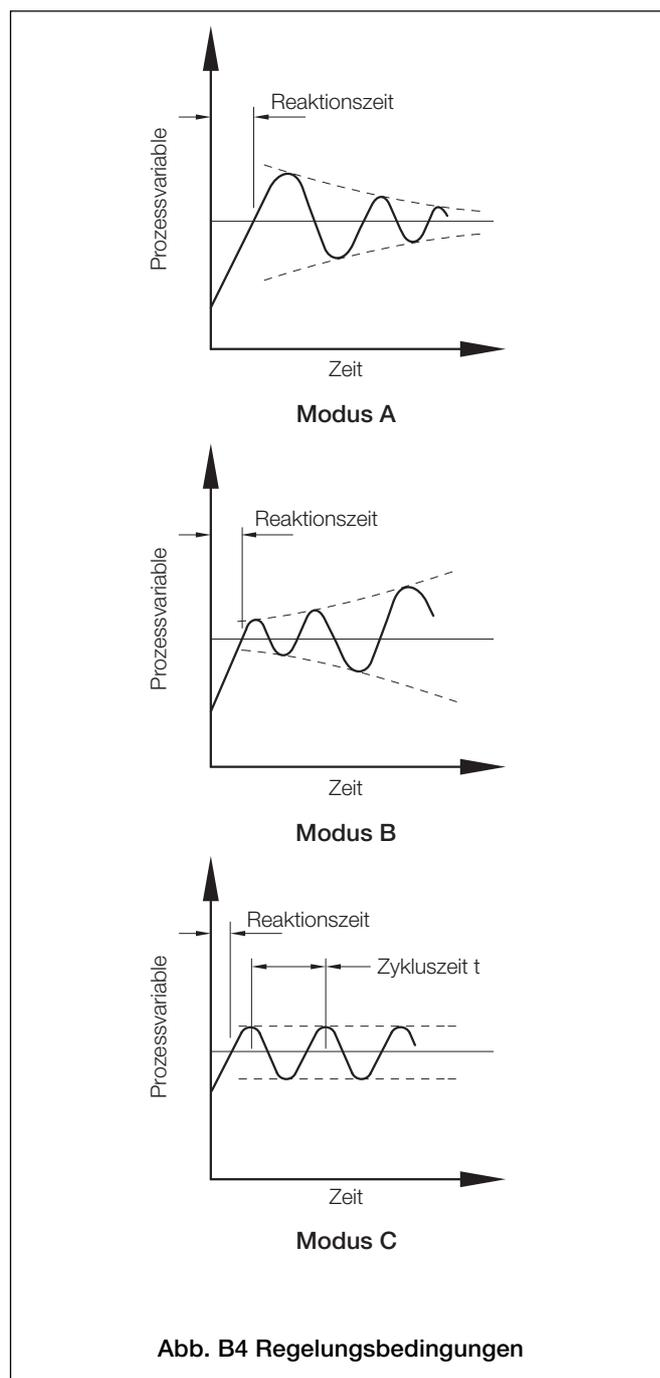

Abb. B4 Regelungsbedingungen
- Wenn das System mit steigender Amplitude zu schwingen beginnt (Abb. B4, Modus B), stellen Sie das Proportionalband auf 200 % ein. Falls die Schwingung wie in Modus B weiterhin besteht, vergrößern Sie das Proportionalband weiter, bis im System keine Schwingungen mehr auftreten.
- Wenn das System schwingt wie in Abb. B4 Modus A oder überhaupt nicht in Schwingungen versetzt wird, fahren Sie mit Schritt c) fort.
- d) Notieren Sie die Zykluszeit „t“ (Abb. B4, Modus C) und die Einstellung unter **Prop.-Band** (kritischer Wert).